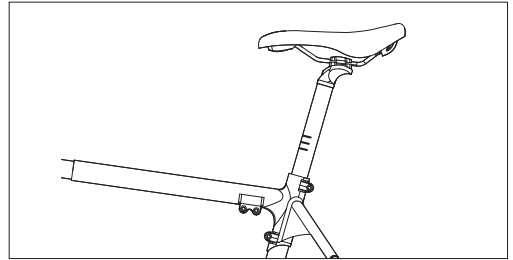

Abbildung 3-2
b. Stellen Sie die Sattelhöhe auf Ihre richtige Höhe ein. Überschreiten Sie nicht die maximale Höhenbegrenzung des Sattels, wie in [Abbildung 3-2] gezeigt. Ziehen Sie dann die Schrauben [F] und [J] fest.